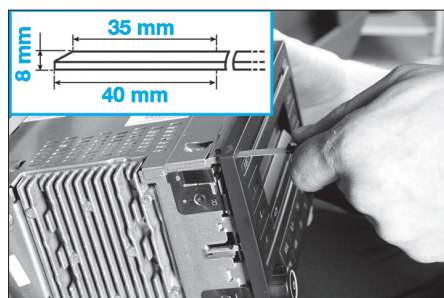

Fig. 41
• Insérer l'outil constructeur, ou celui fabriqué selon les côtes données, dans les interstices situés aux extrémités afin de déverrouiller les fixations pour extraire l'appareil (Fig.41).